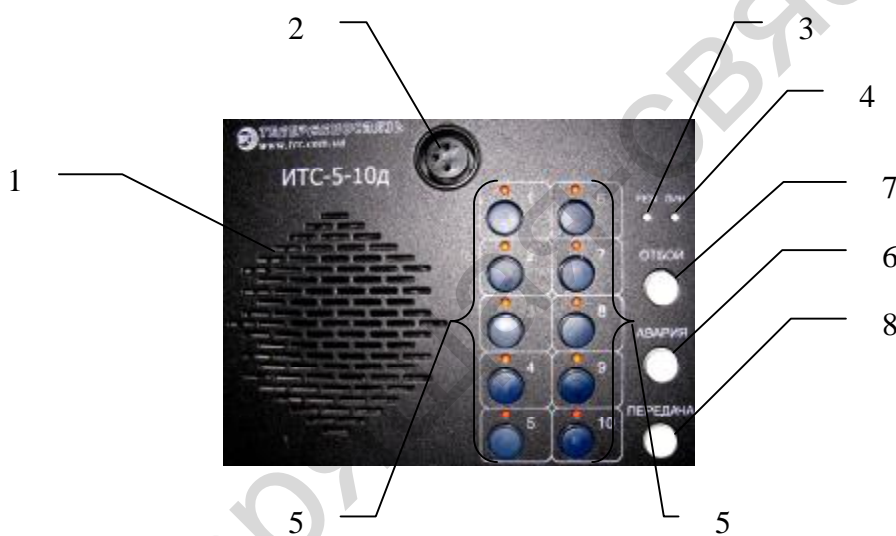

Рисунок 1.1 – Лицевая панель настольного пульта ИТС
Абонентский пульт в режиме ожидания индицирует наличие свободной линии связи. При наличии свободной линии индикатор состояния линии (см. рис. 1.1) непрерывно светится зеленым цветом у всех абонентов. Если свободной линии нет, то:
При необходимости занять (либо забрать) линию связи можно переходить к набору номера абонента. Для этого служат кнопки прямой адресации (см. рис. 1.1). С момента набора номера происходит автоматическое занятие (либо отбирание) линии.
Если вызываемый абонент свободен, то центральное устройство осуществит сеанс связи. При этом у вызывающего и вызываемого абонентов индикатор вызова абонента (см. рис. 1.1) будет моргать зеленым. В противном случае (вызываемый абонент занят):
Для передачи сигнала в линию необходимо нажать и удерживать кнопку “Говорить” (см. рис. 1.1). При отжатой кнопке пульт переходит на прием.
– если внутри сеанса связи высокоприоритетный абонент нажмет на кнопку “Говорить” (рис. 1.1), то низкоприоритетные абоненты автоматически перейдут на прием и состояние их кнопок “Говорить” не будет влиять до тех пор, пока высокоприоритетный абонент не отпустит эту кнопку на своем пульте;
– для полного завершения сеанса связи рекомендуется всем абонентам сеанса нажимать на кнопку “Отбой” (рис. 1.1);